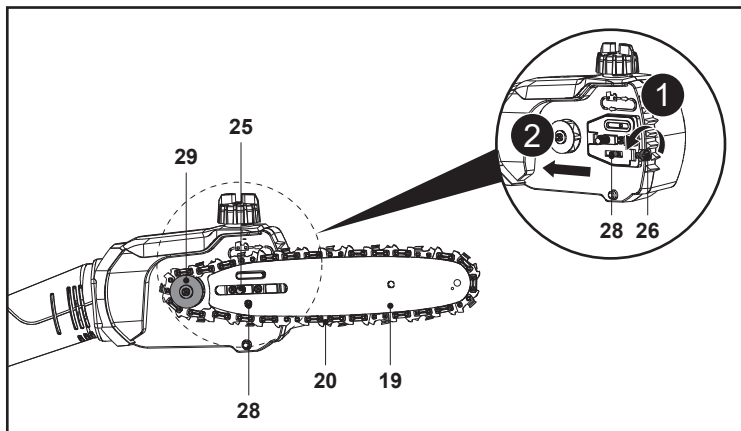

Rys. 6
3. Użyć nowej prowadnicy (19) i łańcucha tnącego (20) tego samego typu, jak opisano w części „Dane techniczne”.
4. Rozłożyć łańcuch tnący (20) tak, aby krawędzie tnące łańcucha były skierowane zgodnie z kierunkiem obrotów. Wsunąć łańcuch tnący (20) w rowek wokół prowadnicy (19). Upewnić się, że łańcuch tnący (20) jest zamontowany zgodnie z kierunkiem obrotów (rys. 6).